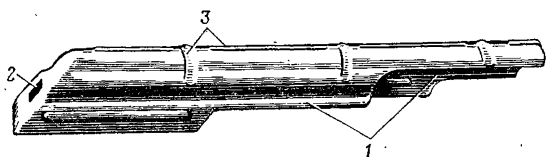

Рис. 32. Крышка ствольной коробки:
14. Крышка ствольной коробки (рис. 32) предохраняет от загрязнения части и механизмы, помещенные в ствольной коробке. С правой стороны она имеет ступенчатый вырез для прохода выбрасываемых наружу гильз и для движения рукоятки затворной